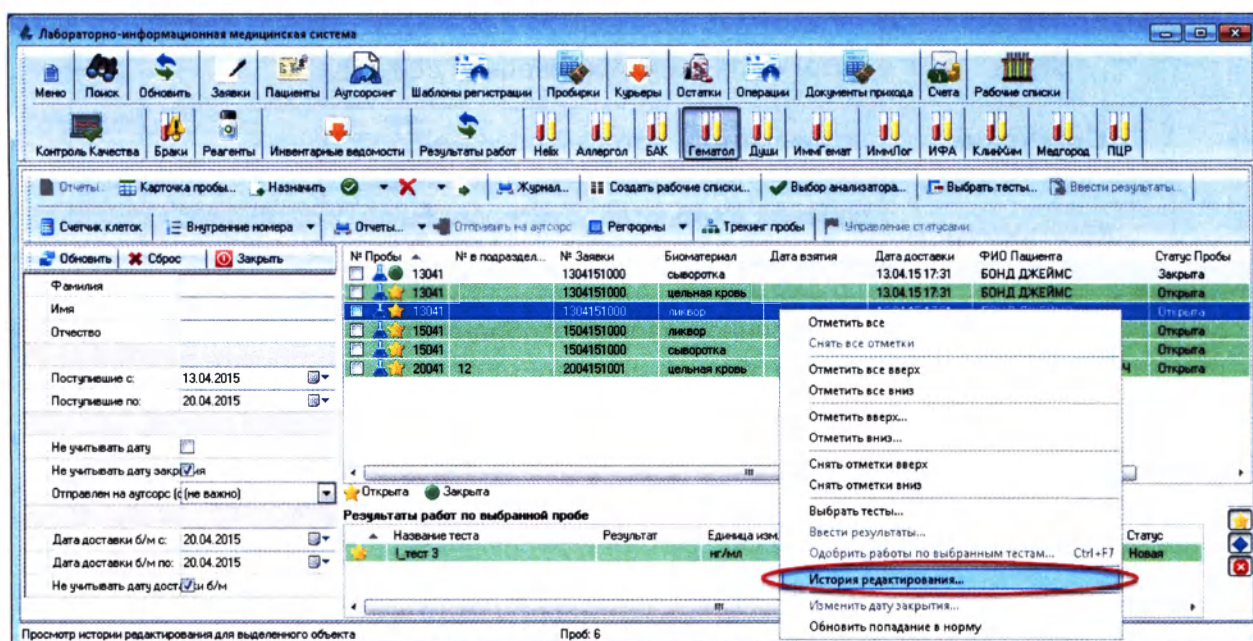

Рисунок 5.41
2. Щелкните по записи правой кнопкой мыши и в выпавшем списке выберите пункт **«История редактирования»** (Рисунок 5.41):